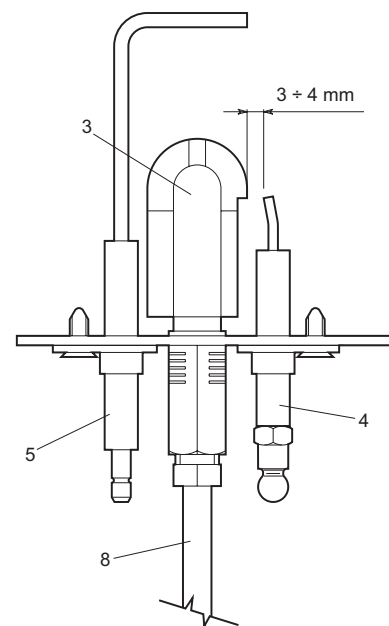

fig. 10
- Gli elettrodi devono essere liberi da incrostazioni e correttamente posizionati (vedi fig. 10).
Controllare che gli elettrodi siano correttamente posizionati e senza incrostazioni (vedere fig. 10).